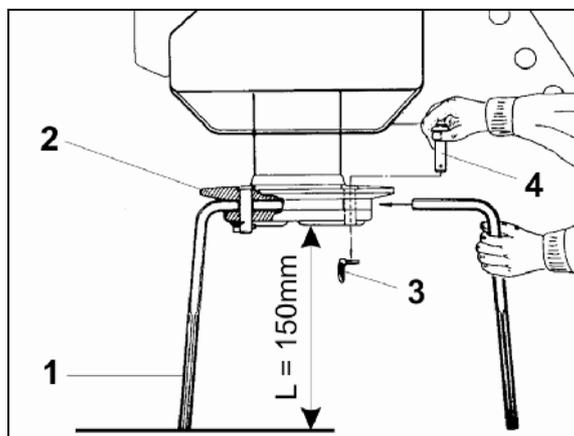

Fig. 55
Os dentes de preparação do solo (Fig. 55/1) estão fixados nos bolsos dos porta-ferramentas (Fig. 55/2).
1. Retirar o encaixe de charneira (Fig. 55/3) da cavilha (Fig. 55/4).
2. Desprender a cavilha (Fig. 55/4) por percussão para cima, para fora do porta-ferramentas.